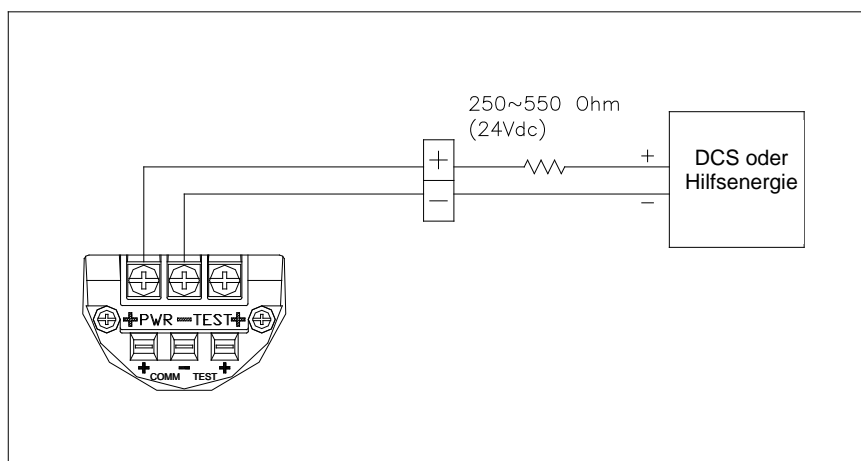

Abbildung 6-2: Anschluss an die Messumformer-Klemmleiste
- (1) Den Gehäusedeckel auf der mit „FIELD TERMINALS“ (Feldanschlussklemmen) markierten Seite entfernen. Es dürfen keine Deckel in einer explosiven Umgebung geöffnet werden, wenn die Schaltung unter Spannung steht.
- (2) Die Hilfsenergie wird an den Klemmen "+PWR" (links) und "-" in der Mitte angeschlossen. Die Hilfsenergie darf nicht an "+" der mit "TEST" gekennzeichneten Klemme angeschlossen werden. Dadurch wird die für den Anschluss "TEST" benötigte Prüfdiode zerstört.
- (3) Nicht verwendete Kabelführungen müssen durch Ex db IIC- und/oder Ex tb IIIC-Verschlussstopfen verschlossen werden.
- (4) Die Signalleitung darf nicht zusammen mit Leitung für Wechselspannung oder mit Hochspannungsleitungen verlegt werden. Liegt Erdpotenzial an, wird eine Seite der Signalschleife geerdet, während das andere Ende nicht geerdet wird.
- (5) Zur sicheren Erdung wird die dafür vorgesehene Schraubklemme fest angezogen. Es dürfen keine Wackelkontakte vorhanden sein.
- (6) Die Deckel des Messumformers werden wieder angebracht. Speziell bei Einsatz des Messumformers in einem explosiven Umgebungsbereich sind die Explosionsschutzvorschriften einzuhalten.
- (7) Achtung! Es darf keine Hochspannung (Wechselspannung) an die Messumformeranschlüsse angelegt werden. Das kann Schäden am Messumformer verursachen.
- (8) Es sollen zur Vermeidung externer Stromschläge Überspannungsschutzgeräte verwendet werden.
- (9) Zwecks HART-Kommunikation ist ein Widerstand von 250 ~ 600 Ω (zwischen Hilfsenergie und Messumformer) in die Stromschleife zu schalten. Ein Schema zur Verdrahtung ist in Abbildung 6-2 dargestellt.